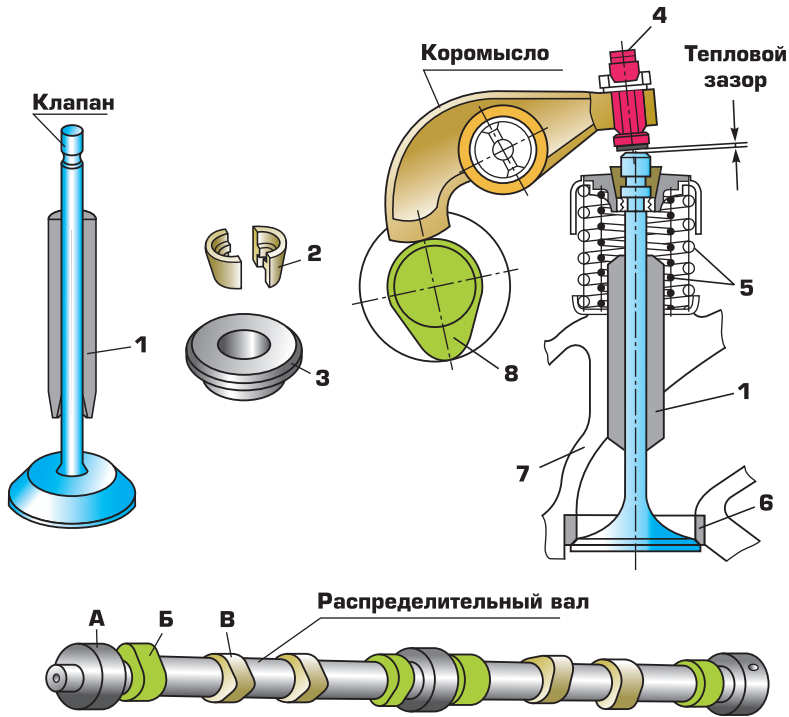

Рис. 8. Детали механизма газораспределения:
**Механизм газораспределения.** Предназначен для своевременного впуска в цилиндры горючей смеси и выпуска отработавших газов. Основными деталями механизма газораспределения являются впускные и выпускные клапаны, распределительный вал и механизм его привода (рис. 8).